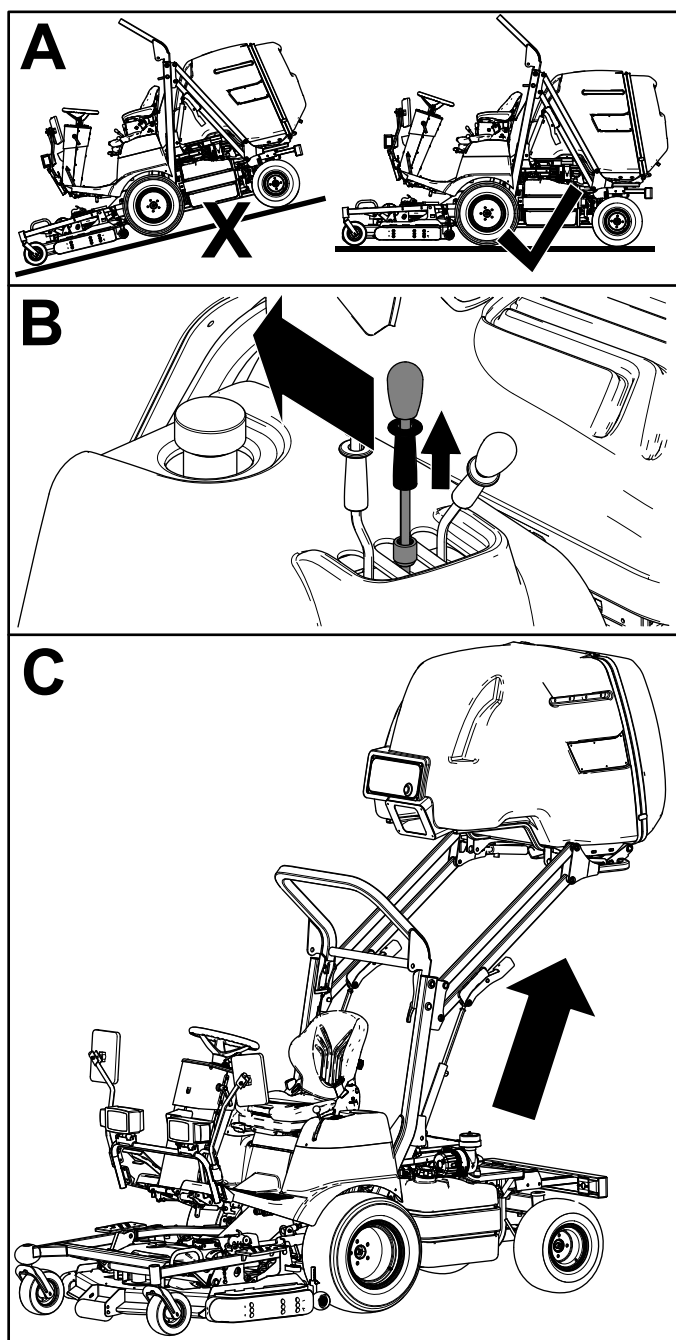

Figura 23
2. Tirate verso l'alto il collare di bloccaggio sulla leva di sollevamento della tramoggia e spostate indietro la leva per sollevare la tramoggia (Figura 23).